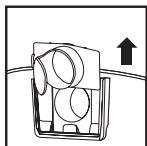

FIGURE 23
31. Retirez le déflecteur d'admission du guide de déflecteur. **REMARQUE** : Le tuyau doit être enlevé avant le retrait du déflecteur d'admission. **FIGURE 23.**